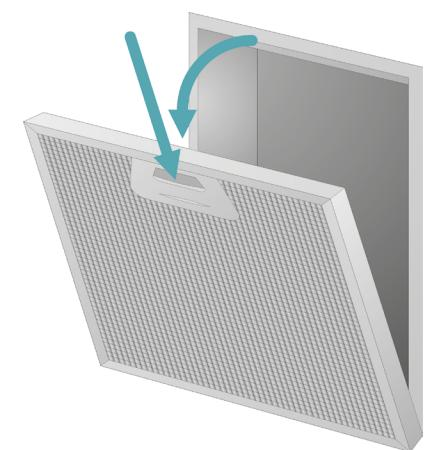

Рис.12 Снятие алюминиевого жироулавливающего фильтра
- Нажмите на защелки на жироулавливающем фильтре и снимите фильтр. (Рис. 12)